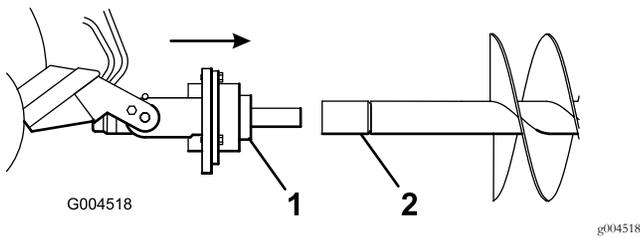

Figura 7
7. Maniobre para que el eje de transmisión entre en el extremo del eje de la barrena (o del alargador, en su caso) (Figura 7).